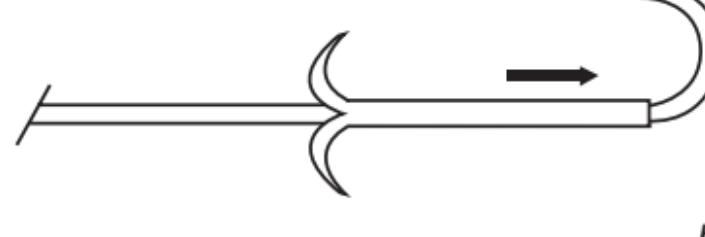

Fig. 1
- a) Deslice el enderezador Peel-Away hacia delante para abrir la punta del catéter. (**Fig. 1**)